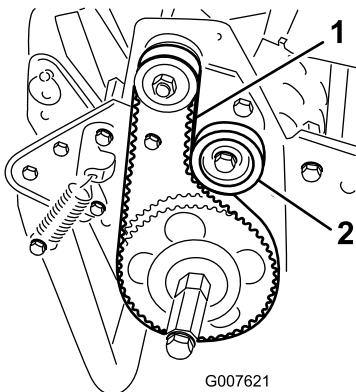

Figura 39
2. Verifique a tensão pressionando a correia a meio curso entre as polias (Figura 39) com uma força de 18 a 22 N.
- A. Desaperte a porca de montagem da polia intermédia e incline-a para o lado de trás da correia até que obtenha a tensão desejada da correia (Figura 39).